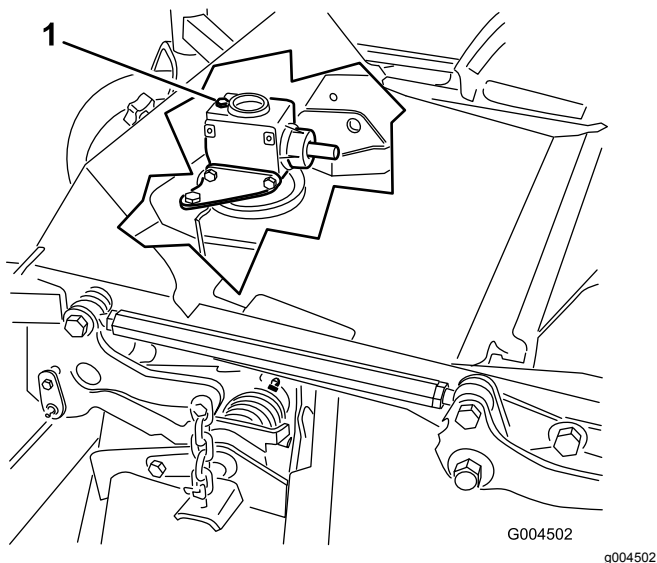

Рисунок 30
6. Снимите масломерный щуп и пробку заливной горловины в верхней части редуктора и убедитесь, что уровень масла находится между отметками на щупе (Рисунок 30).
6. Извлеките щуп или снимите пробку заливной горловины в верхней части редуктора (Рисунок 30).